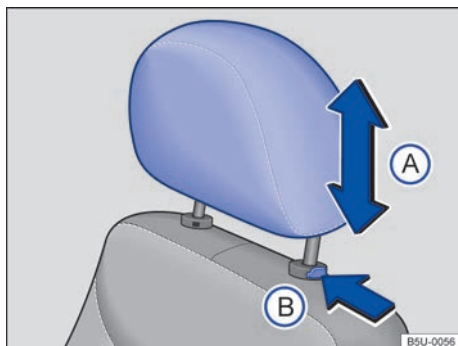

Fig. 40 Ajustar el apoyacabezas delantero.
- Empujar el apoyacabezas hacia arriba o hacia abajo en el sentido de la flecha ⇒ fig. 40 (A) ⇒ ⚠.